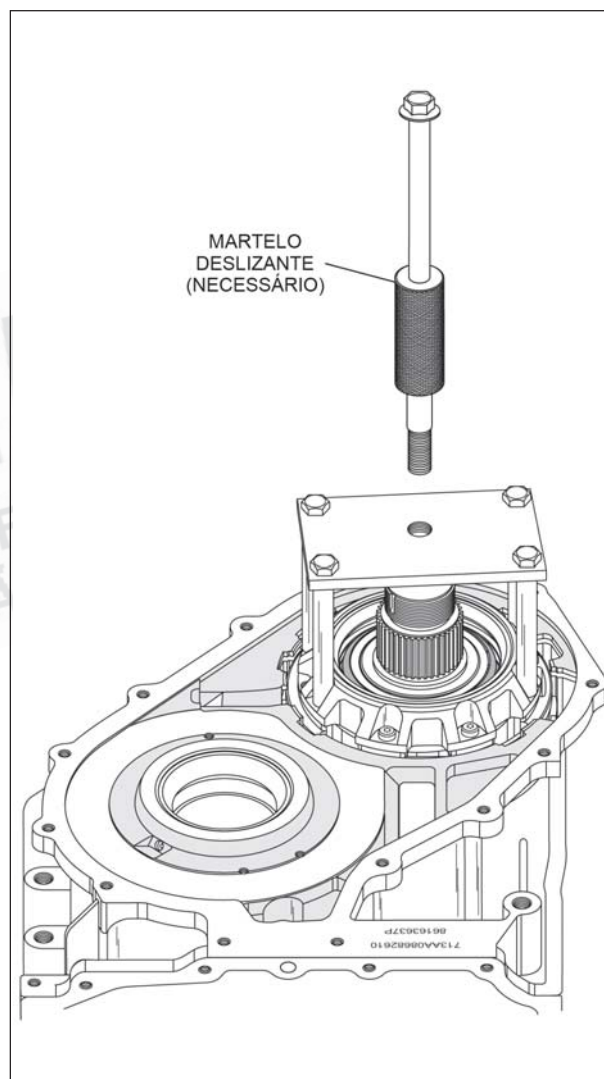

Figura 84
82. Instale um martelo deslizante ao adaptador/sacador número 9908, conforme mostra a figura 84.